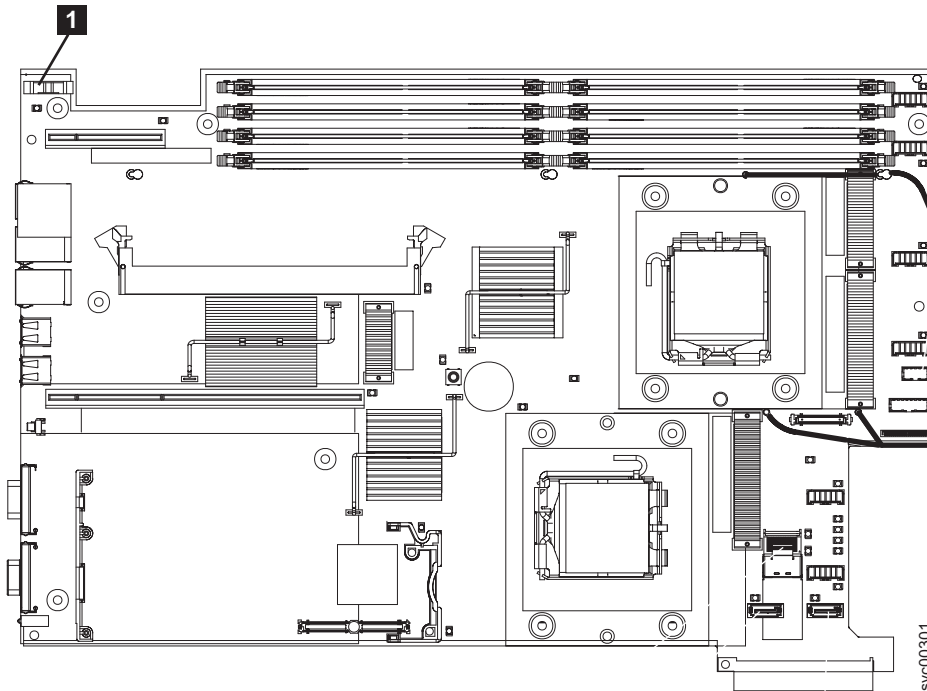

図 133. SAN ボリューム・コントローラー 2145-8G4 CMOS バッテリー・ホルダーの位置
4. バッテリー **1** をシステム・ボード上で見つけます。168 ページの図 133 には、このバッテリーのロケーションを記載してあります。